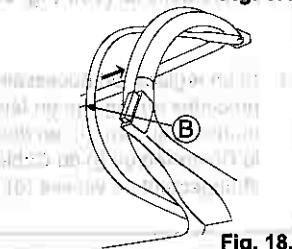

Fig. 18.
4 Tirez le levier d'avancement (B) vers l'arrière pour commencer à tondre. (Voir Fig. 18.)